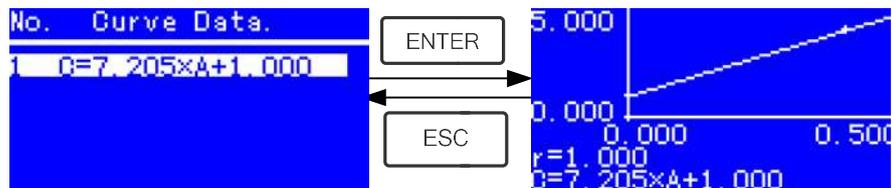

Fig. 4-14
- ★ Mover el cursor sobre la ecuación que desea y presionar  para confirmar. Entonces la curva seleccionada aparecerá en pantalla. (Fig. 4-14)